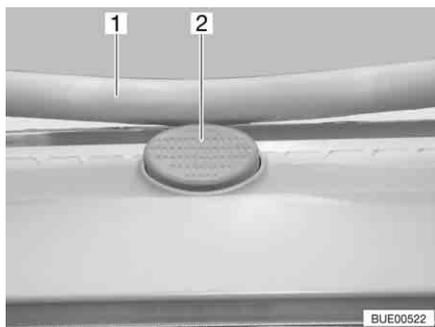

Fig. 110 Botão de segurança na clarabóia Heki
- Prima o botão de segurança (Fig. 110,2) puxando para baixo o arco (Fig. 110,1) com ambas as mãos.
- Empurre com ambas as mãos o arco para cima, até o arco ficar por cima do botão de segurança (Fig. 110,2).